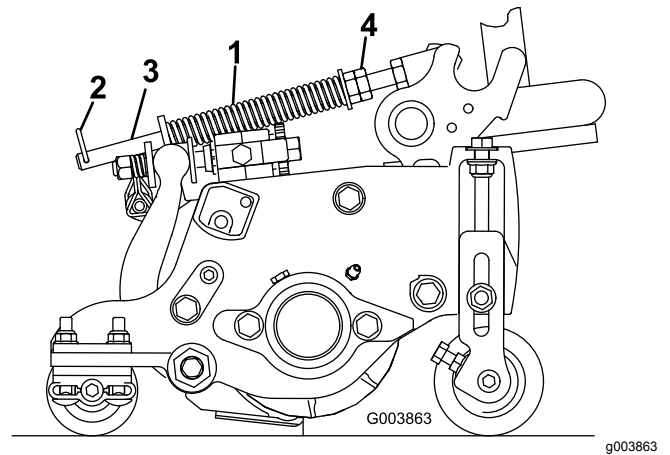

Bild 15
2. Ziehen Sie die Sechskantmuttern vorne an der Federstange an, bis die zusammengedrückte Länge der Feder am Reelmaster 5410 mit 13 cm-Mähwerken oder am Reelmaster 5510 mit 18 cm-Mähwerken beträgt (Bild 15).
Die Rasenkompensierungsfeder (Bild 15) verlagert das Gewicht von der Front- zur Heckrolle. (Dies reduziert ein Bobbing genanntes Wellenmuster auf der Rasenfläche.)
1. Stellen Sie sicher, dass der Lastösenbolzen in das hintere Loch in der Federstange eingesetzt ist (Bild 15).